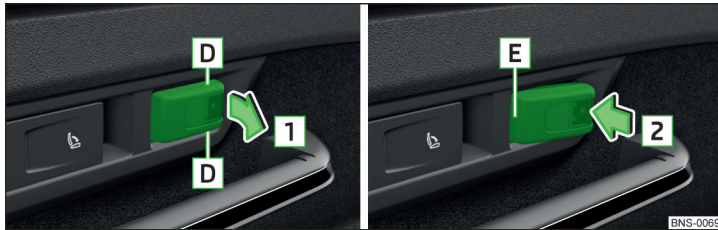

Abb. 155 Leuchte herausnehmen / Leuchte einsetzen
» Zum **Herausnehmen** die Leuchte im Bereich **D** fassen und in Pfeilrichtung **1** herausschwenken » Abb. 155.
- » Zum **Ein**setzen die Leuchte zuerst mit dem hinteren Teil **E** in die Halterung einsetzen » Abb. 155 und danach die Leuchte in Pfeilrichtung **2** nachdrücken, bis diese hörbar einrastet.